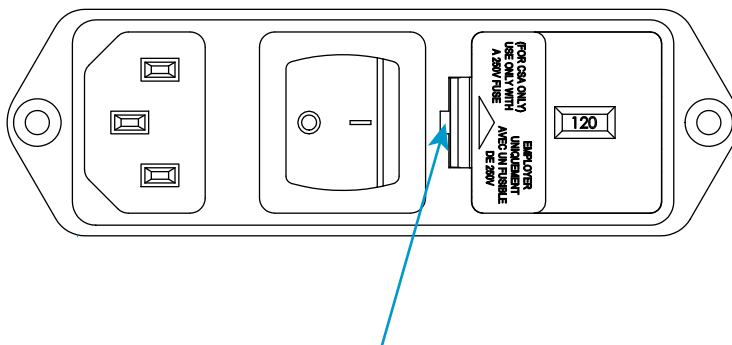

Figure 5. Déboîtement du porte-fusible
1. Vérifiez que l'interrupteur général est sur arrêt (0) et débranchez le câble d'alimentation du secteur. Vérifiez qu'aucune LED n'est allumée sur le panneau indicateur.
2. Insérez un petit tournevis plat dans la fente indiquée par Figure 5 à la page 42 et faites levier sur le porte-fusible.